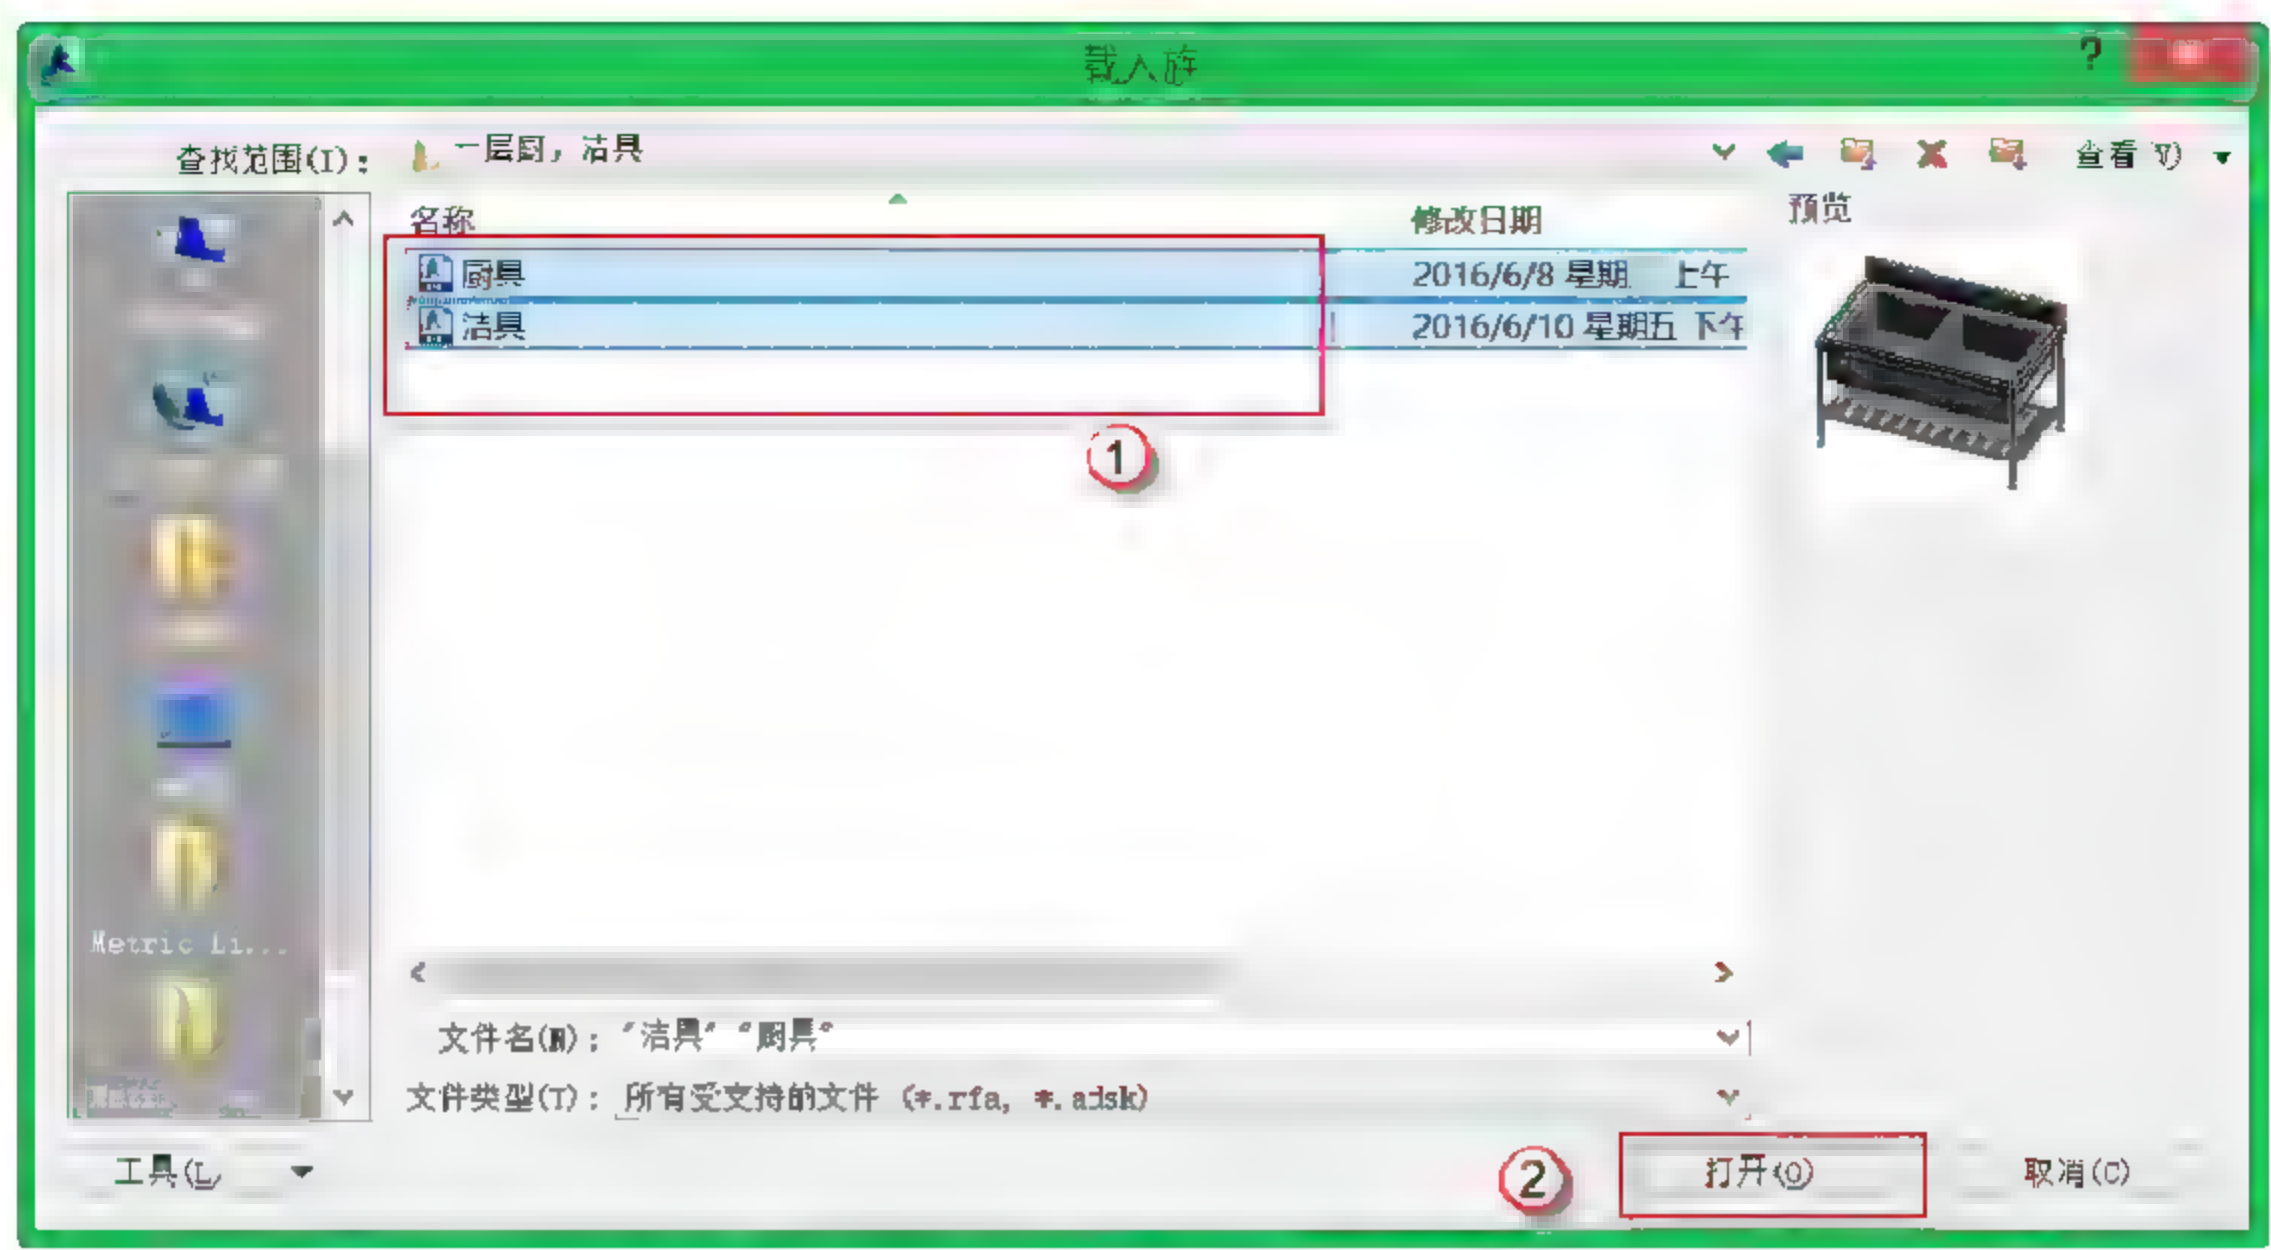

图 10.4.59 载入一层的厨、洁具族
(1) 载入一层的厨、洁具族。单击“插入”→“载入族”命令，找到对应的“一层厨、洁具族”文件位置，按快捷键 Ctrl+I，选中所有的“厨、洁具族”，单击“打开”按钮，如图 10.4.59 所示。